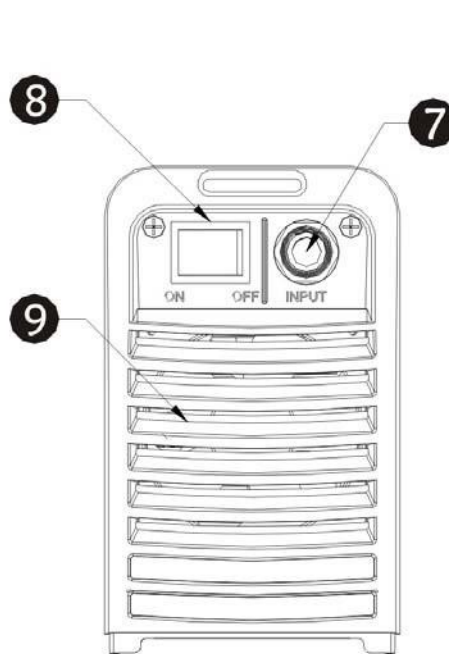

Рис. 2
- **Задняя панель управления** (см. рис. 2)